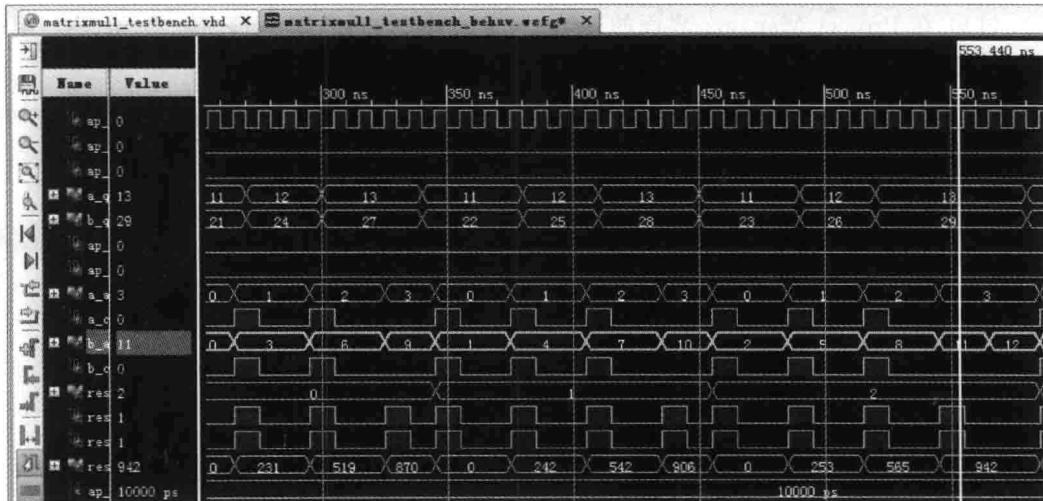

图 5.114 行为仿真后的波形界面
(27) 保存 matrixmul\_testbench.vhd 文件。
(28) 选中 matrixmul\_testbench.vhd 文件，并且在 Vivado 主界面左侧的 Flow Navigator 窗口下，选择并展开 Simulation。在展开项中，找到并选择 Run Simulation 选项。出现浮动菜单，在浮动菜单中选择 Run Behavioral Simulation(运行行为仿真)选项。Vivado 开始对 matrix 进行行为仿真。
(29) 等待行为仿真结束后，如图 5.114 所示，出现仿真结果的波形。
思考题 5.19：仔细分析图 5.114 所示的行为仿真结果，理解和掌握其时序之间的关系。